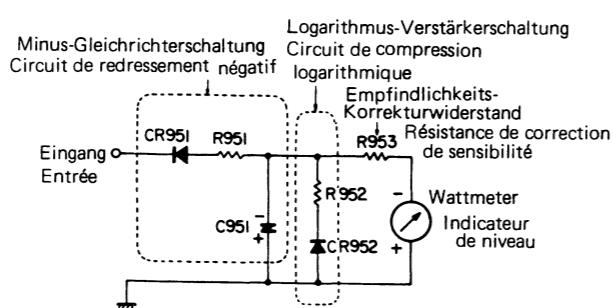

Abb. 5 Fig. 5
In Abb. 5 stellen die Elemente CR951, R951 und C951 die Minus-Gleichrichterschaltung und die Elemente R952 und CR952 den Logarithmusverstärker dar; R952 wird verwendet, um die Eigenschaften des Logarithmusverstärkers zu korrigieren. Wenn die Abweichung des Wattmeters groß ist, kann die Anzeige durch Austauschen von R953 durch einen Widerstand mit einem anderen Wert korrigiert werden.
(3) Circuit de détection A.S.O. (Circuit de protection de transistor de sortie) (Fig. 5).